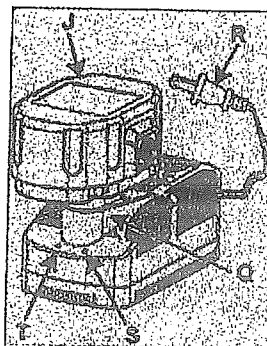

Figure 4
(Figure 4)
1. Brancher la fiche de secteur du chargeur (R, figure 4) à une prise 230V courant alternatif. La LED verte de fonctionnement (T, figure 4) s'allume et indique que le chargeur est prêt à l'emploi.
2. Insérer la batterie dans le compartiment prévu du chargeur (Q, figure 4), et s'assurer de sa position stable. La LED rouge (S, figure 4) commence à clignoter (une fois par seconde environ). Ceci indique que la batterie est insérée correctement et que la recharge est en cours.
3. Si la LED rouge reste allumée sans clignoter et la LED verte est également allumée (T, figure 4), la batterie est trop chaude et ne peut pas être chargée. Retirer la batterie, la laisser refroidir pendant 30 minutes et l'insérer de nouveau.